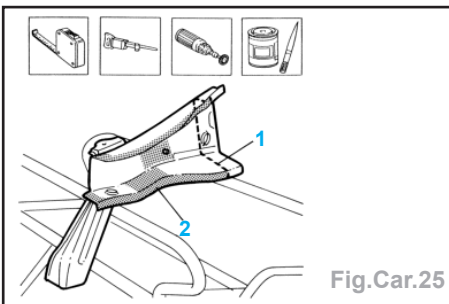

Fig.Car.25
- Découper le renfort externe en veillant à garder une partie de tôle pour la superposition (1) (Fig.Car.25).